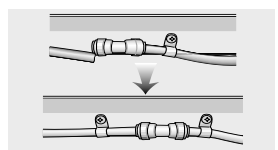

Figura 21
- Introduzca la manguera del agua en el manguito de unión. (Figura 21)